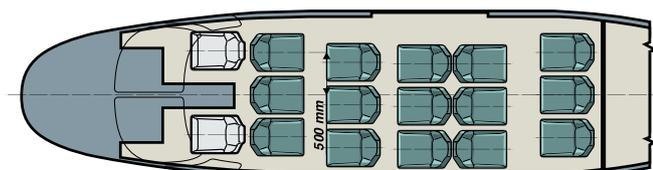

рис. 7.1
- плотная - 15 пассажиров (рис. 7.1);